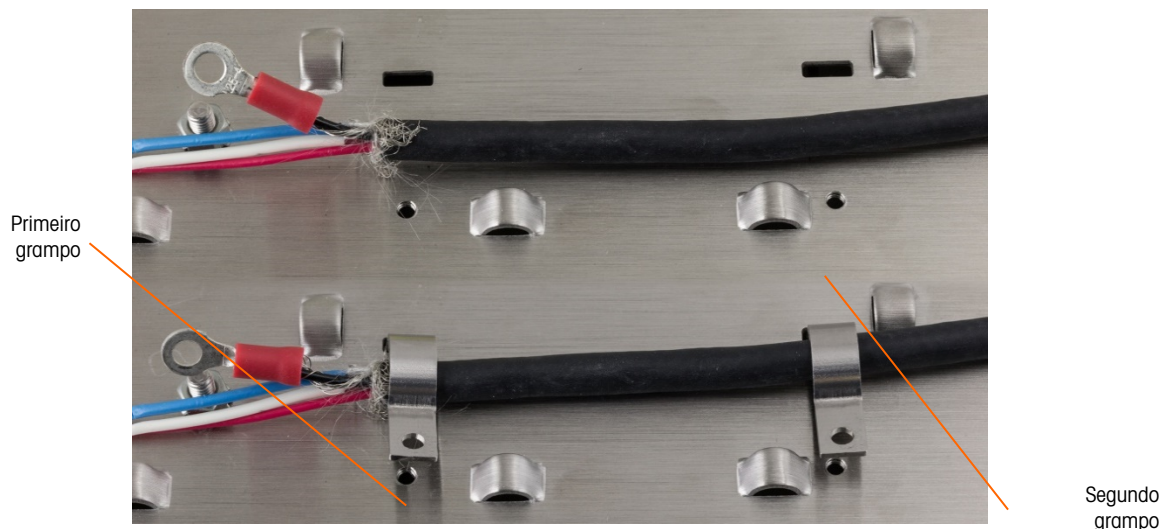

Figura 2-84: Fixação do Cabo PowerMount - Painel
5. Coloque o cabo na posição para fixação, como mostrado na Figura 2-84. Os fios blindados dobrados devem ser posicionados sob o primeiro grampo para formar uma conexão terra para o chassi terminal.